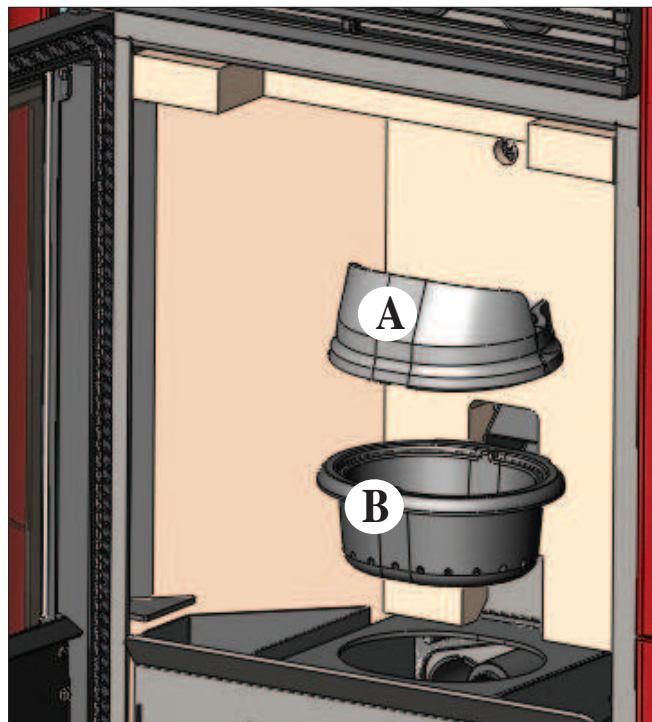

fig. 1
Efter normal rengøring, kan en FORKERT samling af den øvre (A) (fig. 1) og nedre (B) (fig. 1) del af brændeskålen påvirke brændeovnens funktion negativt.